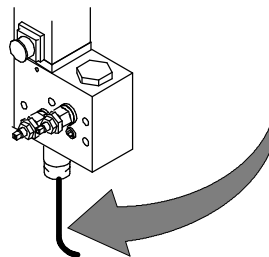

Abb. 26
a) Ein Stahlkabelbruch (Code 01001567, Detailzeichnung 5-6-7) hat zur Folge, daß sich der Arm unverzüglich in seine Höchstlage nach oben bewegt (Abb. 26). **Der Motor muß sofort abgestellt werden um zu verhindern, daß er durchbrennt. Das beschädigte Teil auswechseln.**